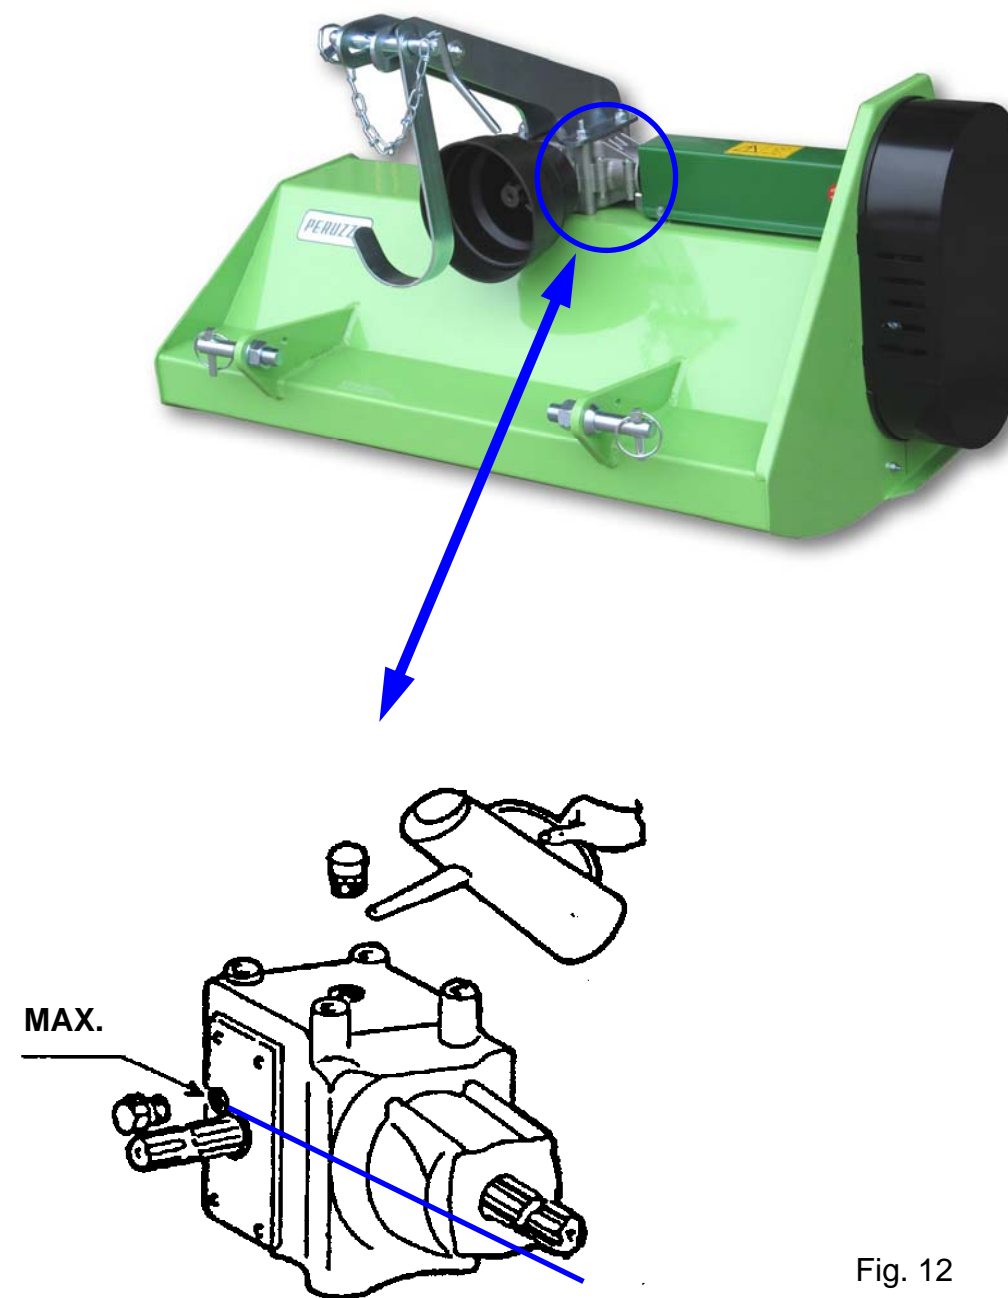

Fig. 12
- Vérifier le niveau de l'huile de renvoi d'angle à travers le bouchon. (Voir Fig. 12)
- Controleer het oliepeil in de versnellingsbak door middel van de oliepeil tap. Zie Fig. 12